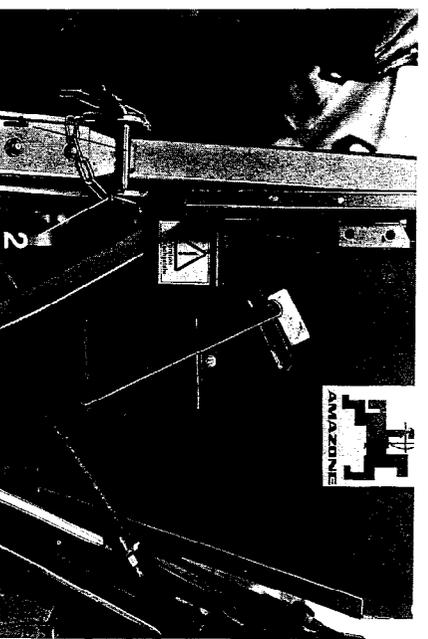

Fig. 21
**Verriegelung in Transportstellung (Fig. 21) erfolgt mittels Absteckbolzen (Fig. 21/1). Absteckbolzen mit Klappsplint (Fig. 21/2) sichern.**